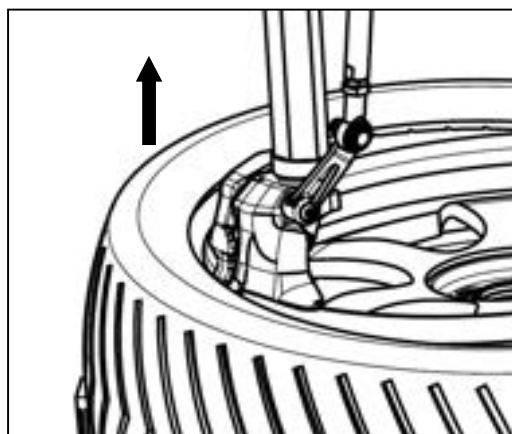

図 30
- ビードに取外しヘッドを挿入した後、制御弁を上方に引っ張り、ビードを図 30 のように取外しヘッドの円形凸部まで持ち上げます。このとき、回転ペダルを踏んでビードと取外しフックを確認し、異常がない場合は回転ペダルを踏み下げて回転ペダルを時計回りに回転させてビードを上側に取り出します。